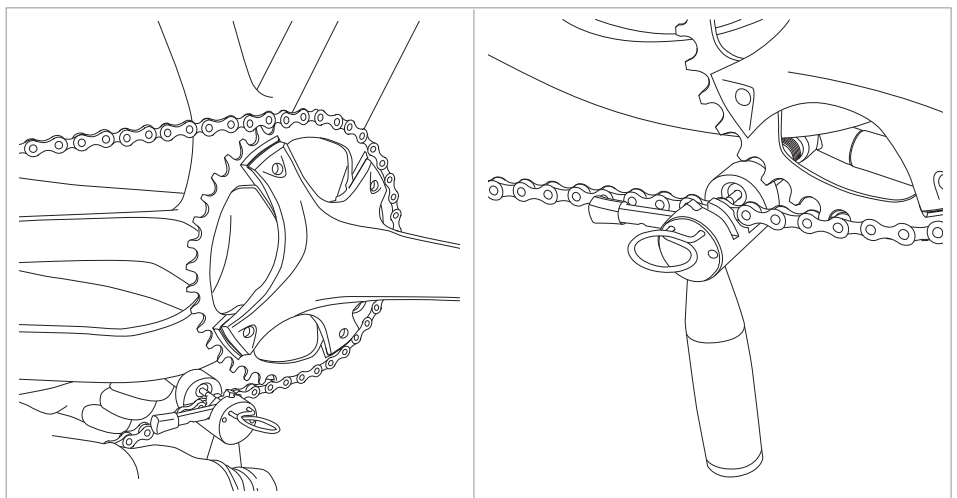

Abb.8
- Das Werkzeug UT-CN400 wie in Abb. 8 gezeigt positionieren.